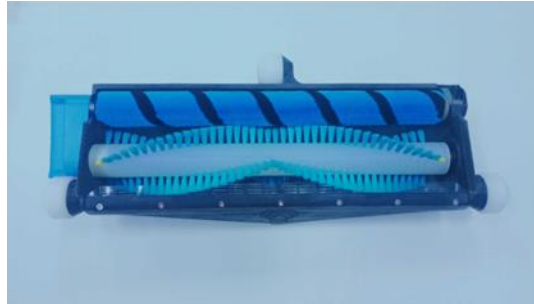

Fig. 11
7. Neem de nieuwe borstel en lijn deze uit op de vloertools. De borstelveer moet worden gericht zoals afgebeeld (fig. 7 tot fig. 11).
11. Druk op de borstel om deze te installeren, het vervangingsproces is nu voltooid (fig. 11).